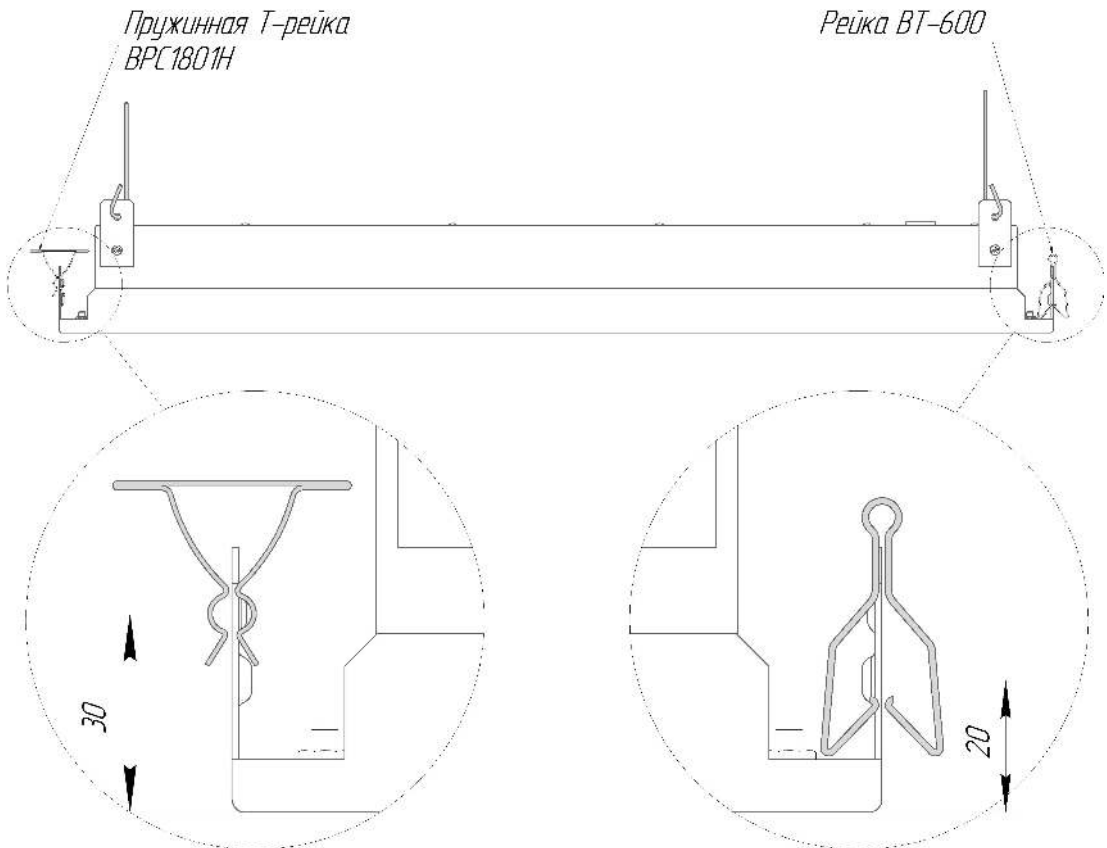

Рисунок 2 – Схема установки светильника ДВО12 VCF
5.6 Для установки светильника в потолок V-Clip F (на T-рейку) используйте пуклёвки обечайки, находящиеся на расстоянии 30 мм от лицевой поверхности светильника (рис. 2).
5.7 Для установки светильника в потолки Clip-in (Q-Clip, R-Clip, F-Clip, D-Clip) на рейку BT-600 используйте пуклёвки обечайки, находящиеся на расстоянии 20 мм от лицевой поверхности светильника (рис. 2).